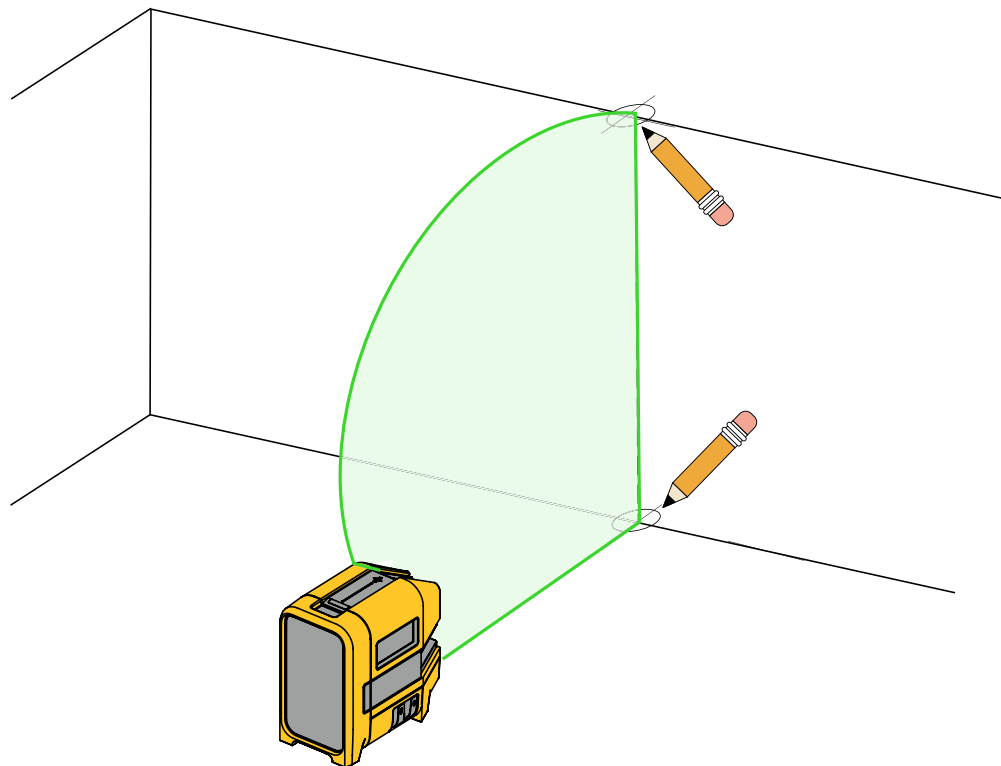

Figur 2. Ny horisontell eller diagonal justering
2. Slå på den horisontella lasern och sikta lasern mot målområdet. Se Figur 2.